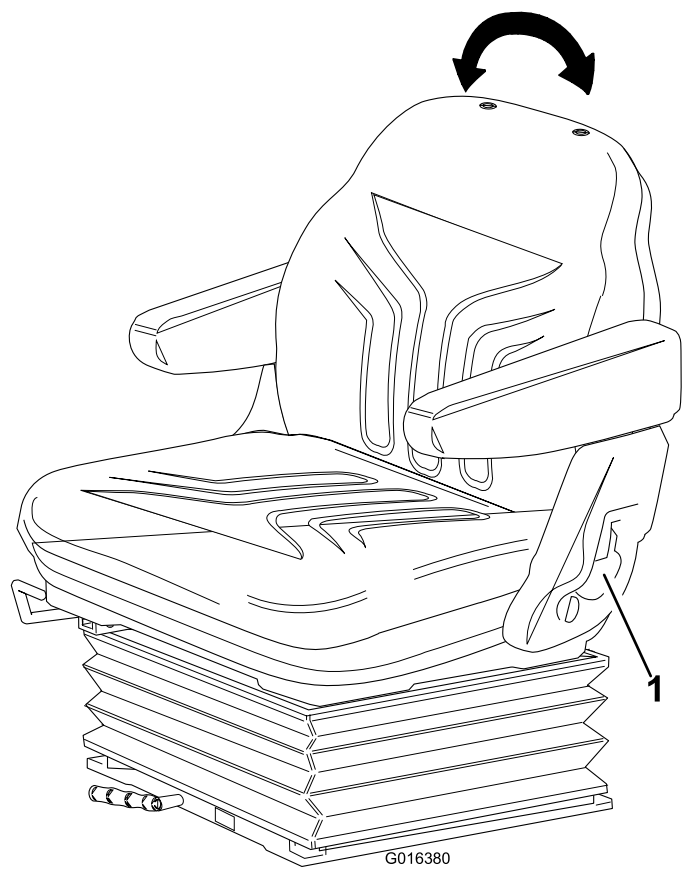

Figura 25
- **Regolazione dello schienale:** Tirate la maniglia verso l'esterno per regolare l'angolo dello schienale del sedile. Lasciate andare la leva per bloccare lo schienale del sedile in posizione (Figura 25).